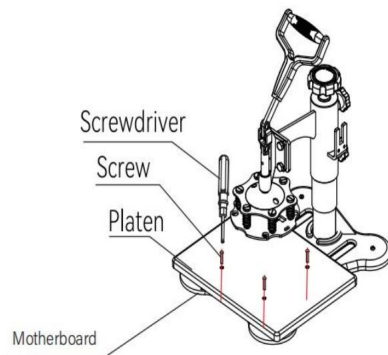

Fig 4
3. Legen Sie die Platine flach auf das Motherboard und richten Sie die Platine an den Löchern auf dem Motherboard aus. Setzen Sie die Schraube ein und verriegeln Sie sie mit einem Schraubendreher (wie in Abbildung 4 gezeigt).